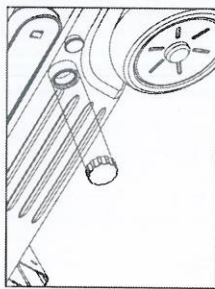

Рис. 11
1. Открутите крышку бака (см. рис. 11)